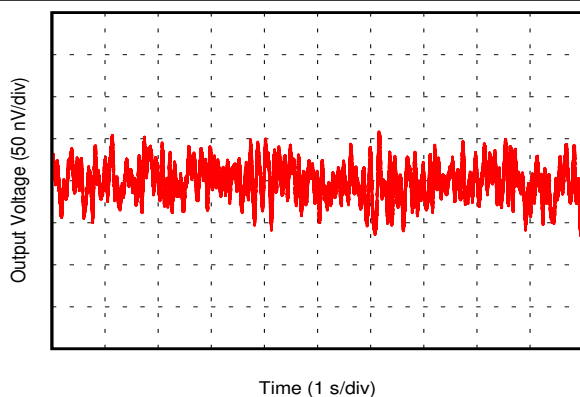

图 7-17. 0.1-Hz to 10-Hz Voltage Noise
0.1-Hz to 10-Hz Voltage Noise	图 7-17